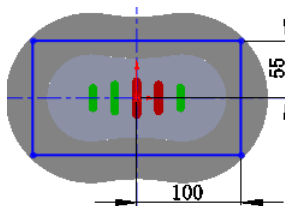

图 10.5.10 横断面草图
Step3. 绘制草图。选取前视基准面为草图基准面，绘制图 10.5.10 所示的横断面草图。